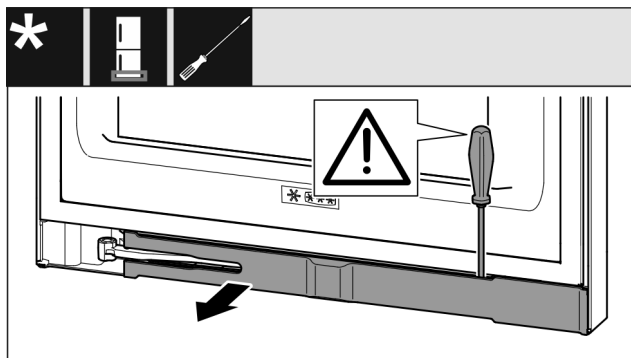

Fig. 12
- Nxirrni nga foleja panelin mbulues me një kaçavidë me kokë petë dhe shtyjeni anash. (shihni Fig. 12)